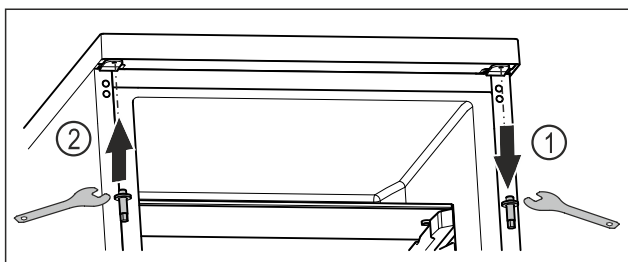

Fig. 20
- ▶ Csavarja ki a felső csapot dugókulccsal. Fig. 20 (1)
- ▶ Csavarozza fel a csapot a másik oldalra dugókulccsal. Fig. 20 (2)